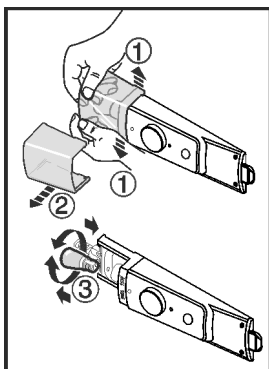

Fig. 10
- ▶ Suruge lambikate joonisel kujutatud viisil eesmises piirkonnas seestpoolt laiali Fig. 10 (1) ja tõmmake küljele maha Fig. 10 (2).
- ▶ Vahetage lamp välja. Fig. 10 (3)